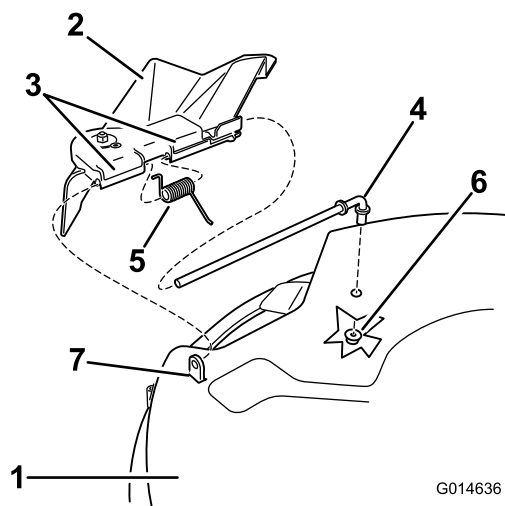
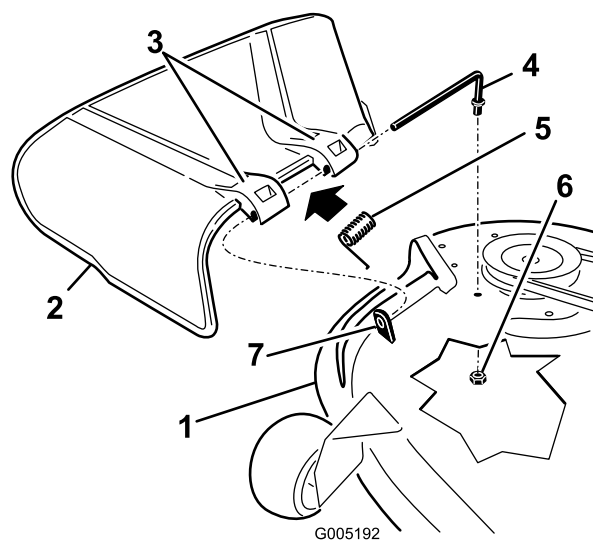

Figura 68
Figura 69
1. Remova a porca ($\frac{3}{8}$ pol.) da barra debaixo do cortador (Figura 68 e Figura 69).
7. Faça a barra deslizar pelo segundo suporte do defletor de relva (Figura 68 e Figura 69).
9. Fixe a extremidade traseira da barra ao cortador com uma porca (3/8 pol.), como se mostra na Figura 68 e Figura 69.
2. Faça deslizar a barra para fora da parte saliente curta, da mola e do defletor de relva (Figura 68 e Figura 69).
4. Substitua o defletor de relva (Figura 68 e Figura 69).